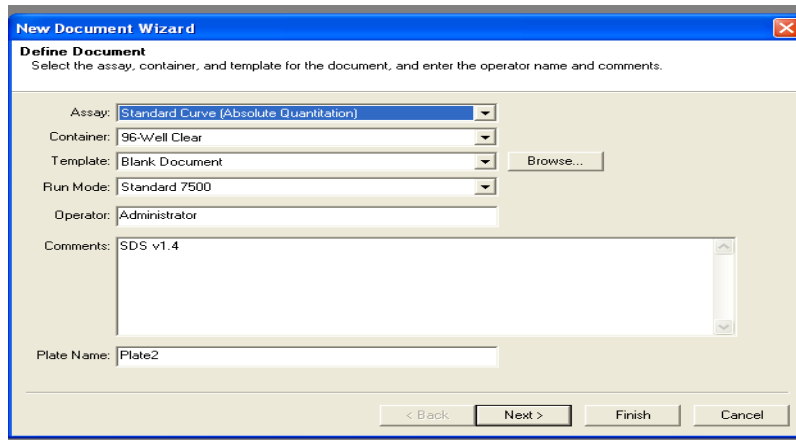

Figura 5.- Ventana para crear un nuevo documento.
- Se mostrará la ventana con el nombre de “*New document wizard*” (ventana de nuevo documento), como se observa en la Figura 5.